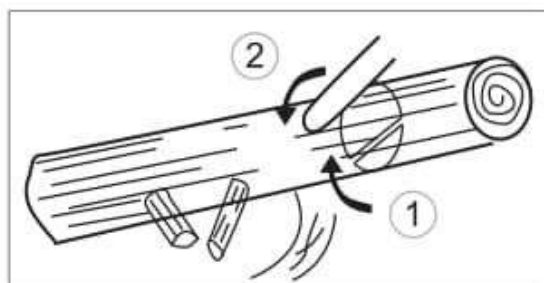

Рисунок 10.
2. В случае, когда ствол лежит на опоре одним концом, сначала выполните срез снизу до 1/3 диаметра ствола во избежание раскалывания. Затем закончите срез сверху так, чтобы он совпал с первым срезом, избегая заклинивания (рис. 10).